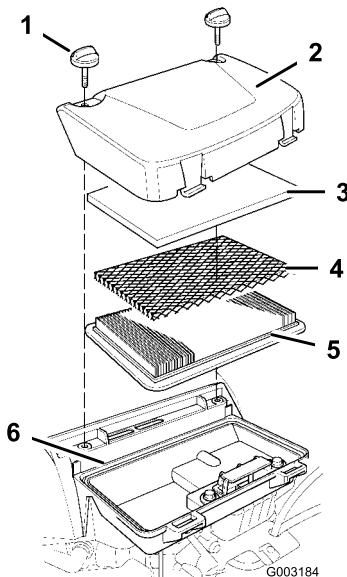

Figure 21
4. Enlevez les boutons du couvercle du filtre à air et déposez le couvercle. Veillez à ne pas faire tomber de débris dans l'ouverture de la base du filtre à air (Figure 21).
5. Retirez l'élément filtrant en mousse (Figure 21).
6. Enlevez l'élément filtrant en papier de la grille (Figure 21).
1. Placez la grille sur l'élément en papier et montez le tout dans la base du filtre à air (Figure 21).
2. Placez l'élément en mousse sur la grille (Figure 21). La grille doit être intercalée entre les éléments en mousse et en papier pour que l'huile ne puisse pas contaminer l'élément en papier.
3. Posez le couvercle sur le filtre à air. Fixez le couvercle en position avec les boutons (Figure 21).